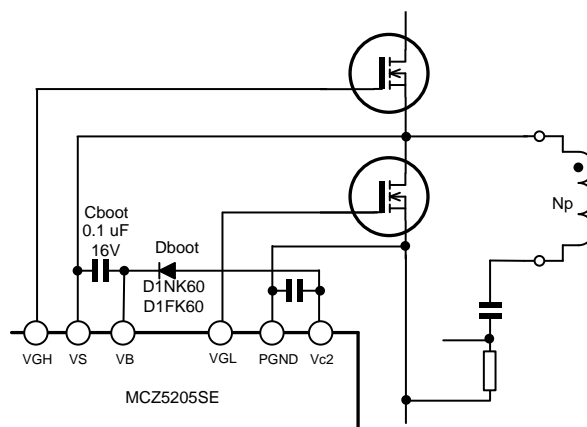

図 20 . Boot Strap ハイサイド Vcc 生成回路
ハイサイド MOSFET 駆動用フローティング電源 (VB) は、図 20 に示すように Vc2 端子の 10.2V レギュレータ出力コンデンサを電圧源として高圧側へ向かうダイオード Dboot とフローティング平滑コンデンサ Cboot によるブートストラップ回路により生成されます。